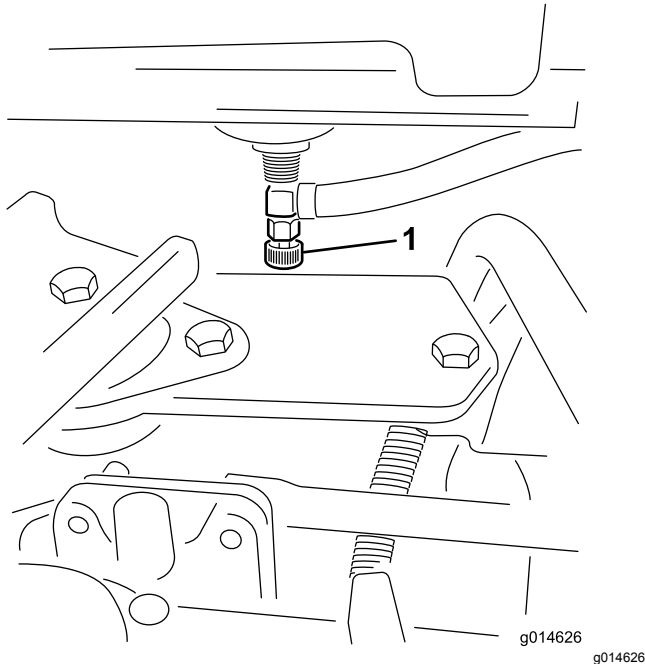

Bild 32
1. Schließen Sie den Kraftstoffhahn (**Bild 32**) unter dem Kraftstofftank.